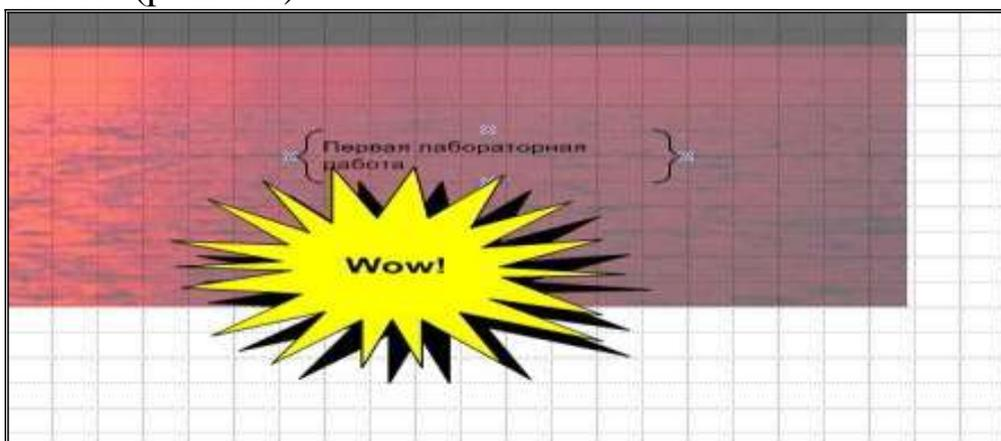

Рис. 58. Добавление шейпов **Callouts (Выноски)**
14. Добавьте комментарии в документ, используя шейпы **Callouts (Выноски)**. На стандартной панели инструментов щелкните на кнопке , выберите пункт **Visio Extras (Дополнения)**, далее выберите - **Callouts (Выноски)**. Visio откроет трафарет Callouts, содержащий фигуры для аннотаций. Выберите шейп “**Braces with text**”, перетяните его в область документа и введите свой комментарий. Дополните комментарий другим шейпом “**Shart starburst**” (рис. 58).